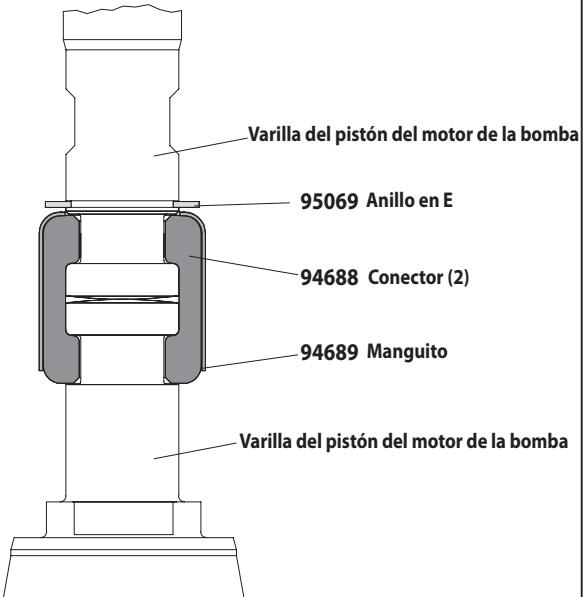

Figura 2
- Utilizando pinzas de anillo e, deslice el (95069) Anillo en "e" hacia lo suficiente como para permitir la manga para moverse hacia arriba y suelte los dos conectores (ver figura 2). Ponga a un lado el motor de aire.